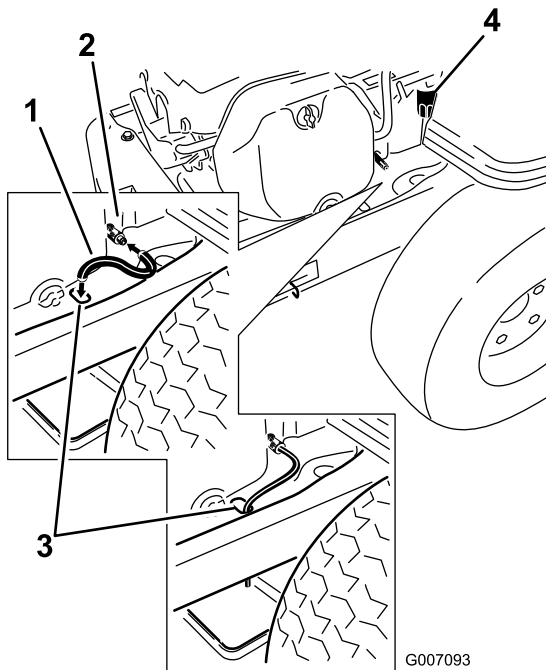

Figura 37
5. Localice la manguera de vaciado de aceite y colóquela sobre la válvula de vaciado (Figura 37).
6. Pase el otro extremo de la manguera de vaciado de aceite por encima del extremo del bastidor (Figura 37).